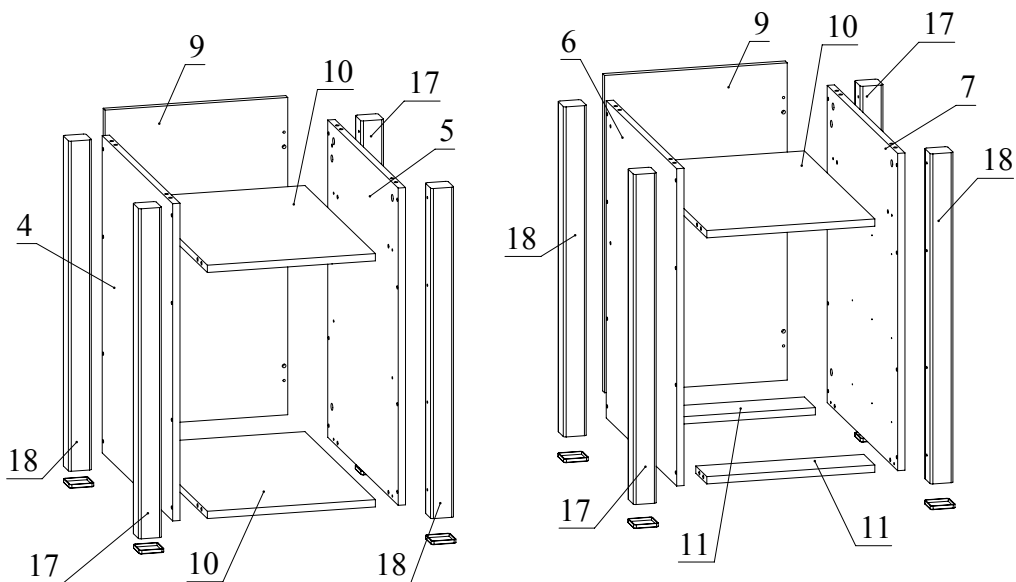

Рис.7
6. 6С помощью конфирматов скрепить детали 4, 5, 6, 7 с деталями 17, 18 согласно схемы (Рис. 7).
7. Установить детали 10 между деталями 4, 5 и зафиксировать, повернув конфирматным ключом головки минификсов по часовой стрелке до упора (Рис. 7).
8. Установить деталь 9 на детали 4, 5 и зафиксировать, повернув конфирматным ключом головки минификсов по часовой стрелке до упора (Рис. 7).
9. Установить детали 10, 11 между деталями 6, 7 и зафиксировать, повернув конфирматным ключом головки минификсов по часовой стрелке до упора (Рис. 7).
10. Установить деталь 9 на детали 6, 7 и зафиксировать, повернув конфирматным ключом головки минификсов по часовой стрелке до упора (Рис. 7).